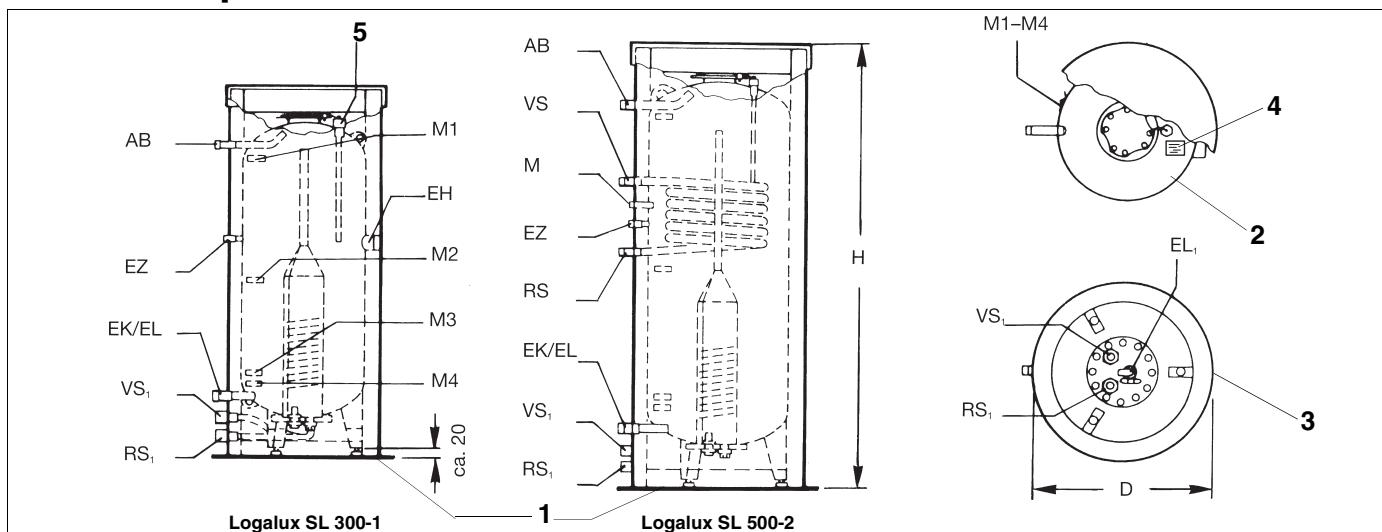
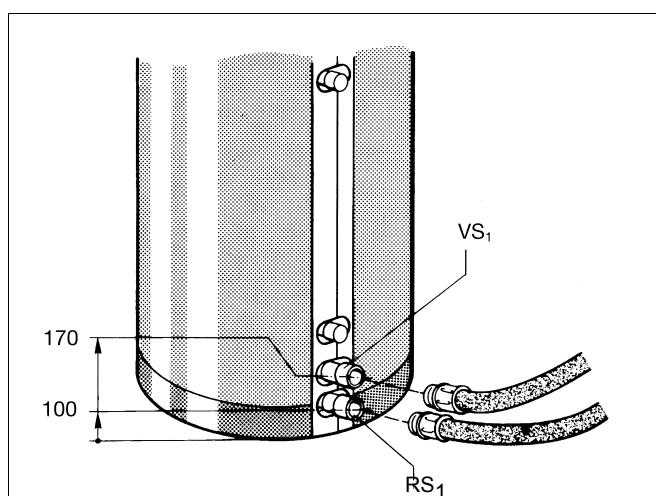

Рис. 1 Вид сбоку, сверху и снизу
Рис. 7 Разъемы
Баки-водонагреватели Logalux SL 300-1 и 300-2 - 500-2 поставляются как полностью смонтированные баки и отдельно теплоизоляция. Баки Logalux SL 300-2 - 500-2 отличаются от Logalux 300-1 дополнительным греющим змеевиком (теплообменником) (рис. 1).
- ▶ Штуцер VS₁ (подающая линия бака в контуре солнечного коллектора) отмечен красным цветом, штуцер RS₁ (обратная линия бака в контуре солнечного коллектора) – синим (рис. 1) и (рис. 7).
- Установите датчики в гильзу M (регулирование через котёл) на задней стороне бака (рис. 1).